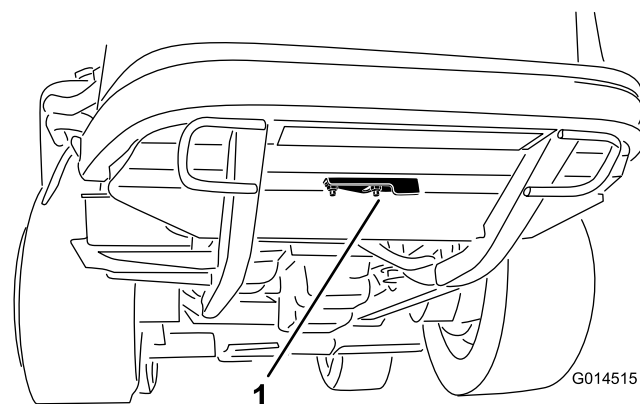

図 82
- クリーンアウトカバーを後フレームの下側に固定しているフランジナットをゆるめる(図 82)。カバーをめくると、フレームのクリーンアウトホール清掃穴が露出する。